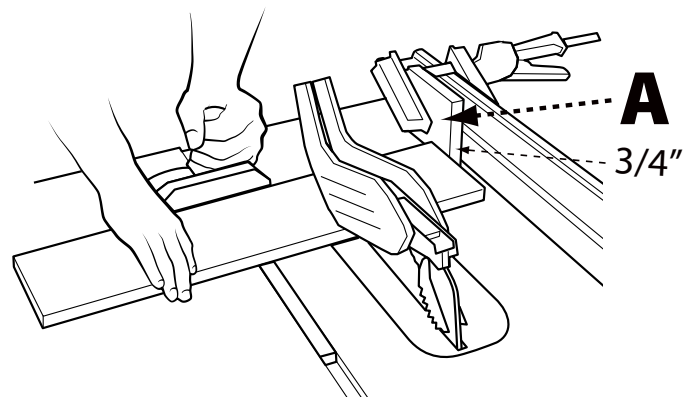

FIGURA 36
Al realizar cortes transversales en varias piezas a la misma longitud, puede sujetar un bloque de madera (A) (consulte la Figura 36) a la guía y usarlo como un calibre de corte. El bloque (A) debe medir al menos $\frac{3}{4}$ de pulgada (19 mm) de grosor para evitar que la pieza que está cortando se atasque entre la hoja y la guía. Después de determinar la longitud del corte, enganche la guía y use la galga de inglete para empujar la pieza de trabajo hacia la hoja.